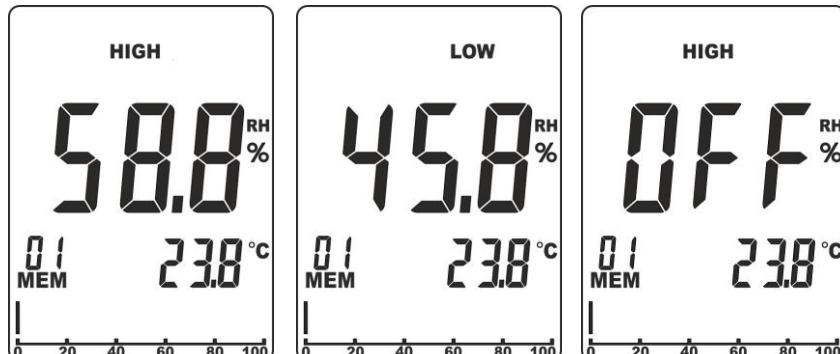

Fig. 5: Configuración umbrales de alarma medida %RH
1. Pulse simultáneamente durante algunos segundos las teclas **RH%** y **MODE/ZERO**. El símbolo “HIGH” se muestra en la parte superior del visualizador (ver la Fig. 5 – parte izquierda)
2. Use las teclas flecha **◀** o **▶** para configurar el valor del umbral Máximo en el rango: **0.1% ÷ 99.9%**. En estas condiciones el instrumento emitirá un sonido **intermitente** para el valor medido de humedad superior al umbral configurado. Seleccione la opción **“OFF”** para deshabilitar las alarmas (ver la Fig. 5 – parte derecha)
3. Pulse la tecla **MEM/ALM** para confirmar y pasar a la configuración del umbral Mínimo. El símbolo “LOW” se muestra en la parte superior del visualizador (ver el Fig. 5 – parte central)